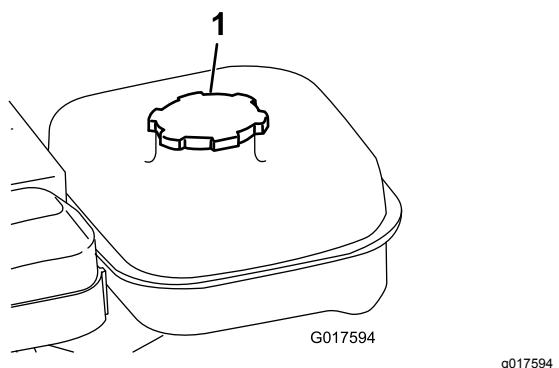

Рисунок 21
1. Очистите область вокруг крышки топливного бака и снимите крышку (Рисунок 21). Заполните топливный бак до нижнего края сетчатого фильтра.